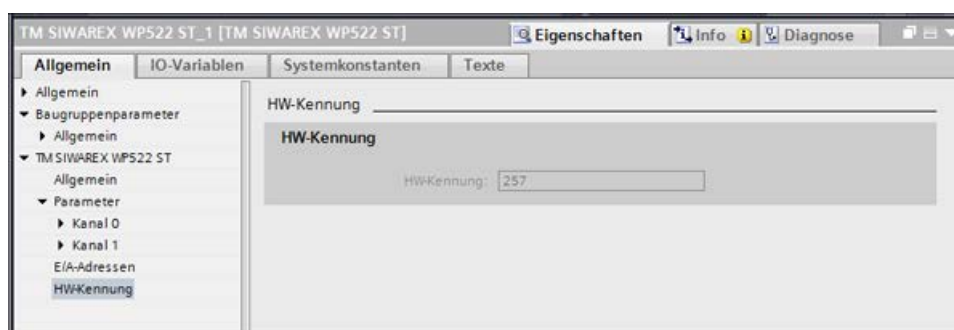

Bild 9-4 HW-Kennung des Moduls in TIA Portal
- **HW-Kennung** SIWAREX WP521/WP522: 257 (siehe → Bild 9-4 HW-Kennung des Moduls in TIA Portal (Seite 143)